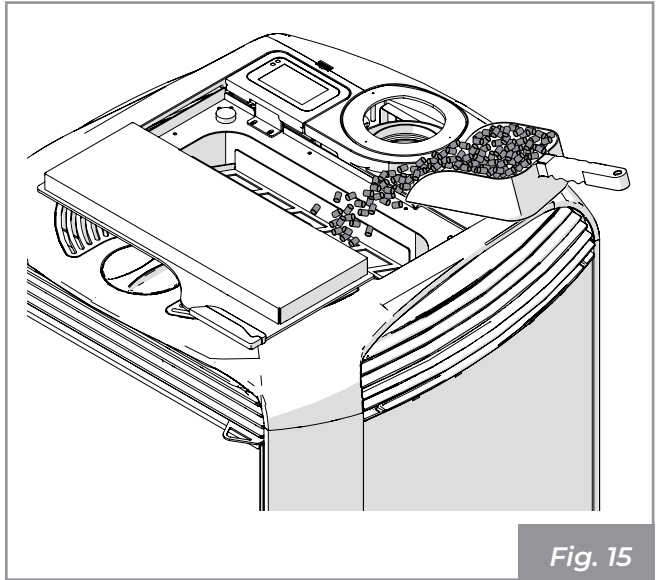

Fig. 15
- Caricare i pellet (**Fig. 15**).
- Load the pellets (**Fig. 15**).
- Laden Sie die Pellets ein (**Fig. 15**).
- Charger les granulés (**Fig. 15**).
- Cargar los pellets (**Fig. 15**).